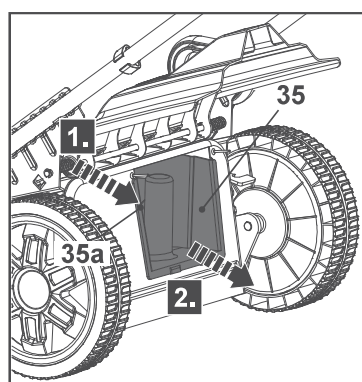

Fig. 18
2. Aperte o trinco de bloqueio (35a) e solte-o da ranhura da conduta de descarga traseira (32a) e, em seguida, retire o encaixe do triturador (32) (Fig. 18).